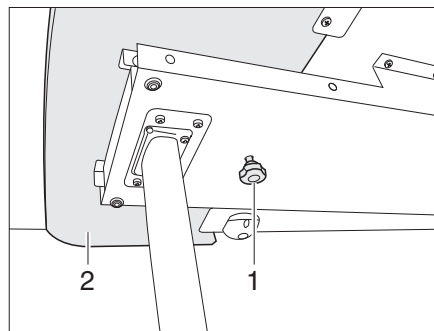
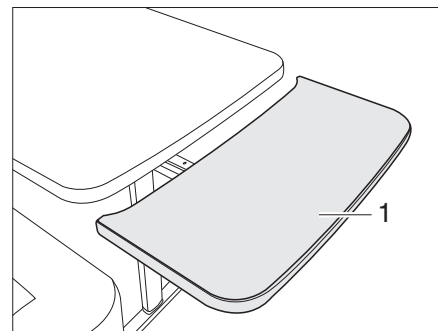

Bild 93 Bordsförlängningens lås
Bild 94 Bordsförlängning
- Lossa den räfflade skruven (Bild 93,1).
- Drag ut bordsförlängningen (Bild 93,2) till stoppläget (Bild 94).
- Sväng upp bordsförlängningen (Bild 94,1). Bordsförlängningen ligger kant i kant med bordsskivan.
- Dra bort bordsförlängningen (Bild 94,1) från bordsskivan (till stoppläget). Tryck förlängningen nedåt mot hållfjädrarnas motstånd. Bordsförlängningen svängs ned (Bild 94).
- Drag åt den räfflade skruven (Bild 93,1).